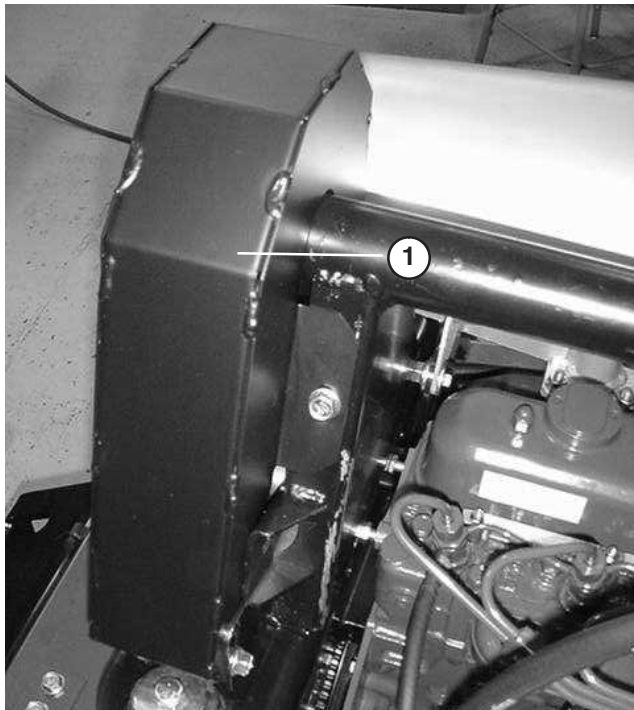

Figure 55
2. Enlevez les 5 vis de fixation du couvercle de la courroie du ventilateur et enlevez le couvercle (Fig. 55).
5. Montez le couvercle de la courroie de ventilateur et fixez-le en place avec les vis (Fig. 55). Refermez et verrouillez le capot.
4. Montez le couvercle de la courroie de ventilateur et fixez-le en place avec les vis (Fig. 55). Refermez et verrouillez le capot.